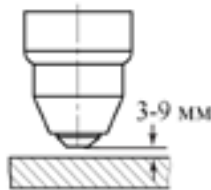

Рис. 7.6. Выбор расстояния от сопла плазматрона до разрезаемого изделия.
- Расстояние до разрезаемого изделия (см. рис. 7.6).